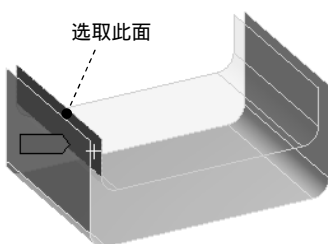

图 7.6.86 定义目标面
(3) 定义目标面。选取图 7.6.86 所示的面为目标面参考，单击 **Target** 文本框后的 **Apply** 按钮，然后在定义接触参数对话框的 **Target Shell Face** 下拉列表中选择 **Top** 选项，完成目标面定义。
(4) 定义接触类型。在“定义接触参数”对话框的 **Type** 下拉列表中选择 **Bonded** 选项。